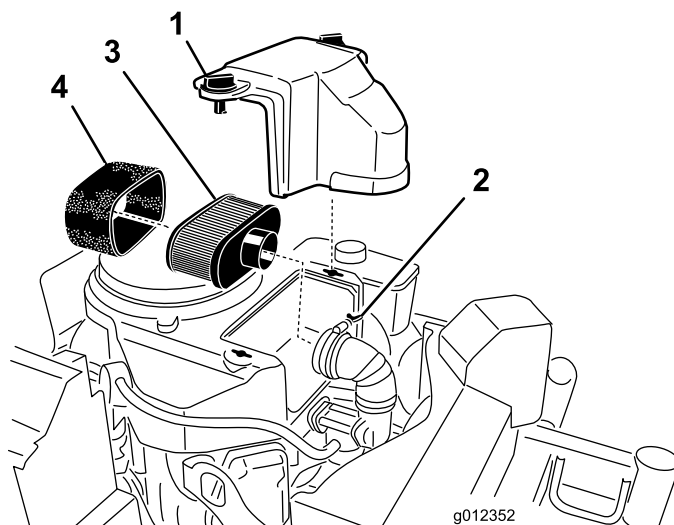

Figura 24
3. Limpe em torno do filtro de ar para impedir que a sujidade entre no motor e possa danificá-lo (Figura 24).
4. Desaperte os botões da cobertura e retire a cobertura do filtro de ar (Figura 24).
5. Desaperte o dispositivo de fixação de tubagem e retire o conjunto do filtro de ar (Figura 24).
6. Puxe cuidadosamente o elemento de esponja do elemento de papel (Figura 24).
1. Não limpe o filtro de papel. Substitua-o (Figura 24).
1. Faça deslizar cuidadosamente o elemento de esponja para o elemento de papel do filtro de ar (Figura 24).
2. Coloque o conjunto do filtro de ar na base do filtro de ar e prenda-o com as 2 porcas de orelhas (Figura 24).
3. Coloque a cobertura do filtro de ar na sua posição e aperte o botão da cobertura (Figura 24).